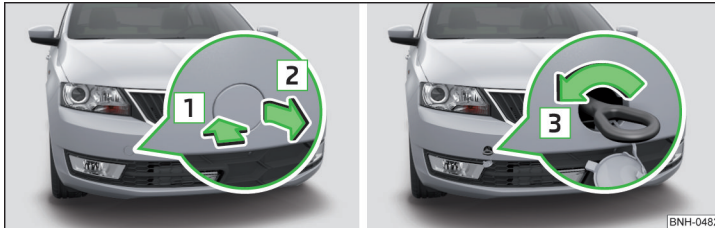

Abb. 167 Ausbau der Abdeckkappe / Einbau der Abschleppöse
- Auf die Abdeckkappe in Pfeilrichtung 1 » Abb. 167 drücken.
- Die Abschleppöse von Hand in Pfeilrichtung 3 » Abb. 167 bis zum Anschlag einschrauben » !.